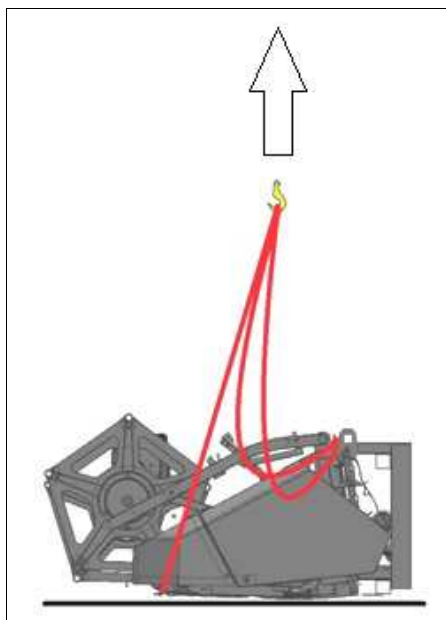
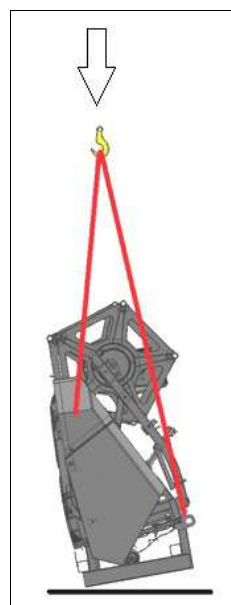
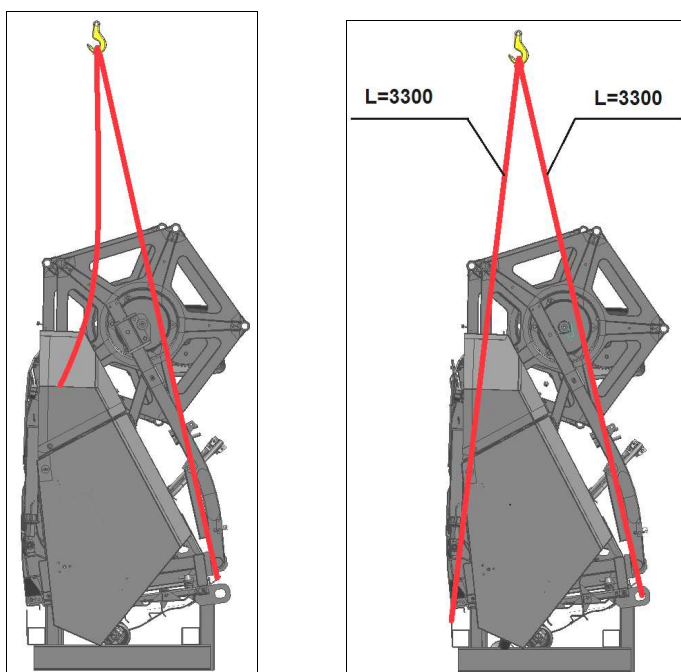

Рисунок 8.15
Рисунок 8.16
Рисунок 8.17
1) Установить четыре стропы (длина строп указана на рисунке 8.14). **ВАЖНО:** Передние стропы определены более короткими, что в процессе поднятия жатки, позволяет поднимать сначала переднюю часть жатки, затем заднюю часть, постепенно изменяя угол к горизонту. Таким образом жатка совершает поворот относительно задней нижней трубы подставки на $\approx 80^\circ$ (рисунок 8.15). При медленном опускании жатки вниз, это позволяет установить жатку в вертикальное положение (рисунок 8.16).
- 2) Застропить жатку, медленно поднимая её вверх, следя за тем, чтобы стропы не касались деталей жатки во избежание перетирания и обрыва (см. рисунок 8.15);
- 3) Установить жатку на ровную поверхность (см. рисунок 8.16).
- 1) Отсоединить стропы разных длин (см.рисунок 8.16), затем установить стропы одинаковых длин 3300 мм в петли рамки (см. рисунок 8.17). **ЗАПРЕЩАЕТСЯ** СТРОПИТЬ ЗА ЭЛЕМЕНТЫ ЖАТКИ!;